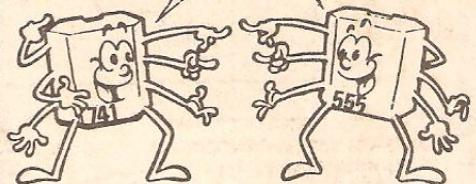

Fig.11
- FIG. 11 - O CIRCUITO - COMO FUNCIONA - O circuito da MP-31 é razoavelmente complexo, embora o uso dos dois Integrados tenha simplificado bastante o hard ware (para isso os Integrados existem...). Só para "dar um susto", o mesmo circuito, elaborado apenas com componentes discretos, necessitaria de 12 a 15 transistores, uma "porrada" de resistores e capacitores de acoplamento, e uma "baita" placa de Impresso... Mas, vamos ac que interessa: a "blocagem" do circuito, para uma análise, "pedaço a pedaço", do seu funcionamento. O primeiro bloco (esquerda, no diagrama) é centrado no Integrado 555 (que estudaremos com detalhes nas próximas "Aulas" do AEC...), funcionando como oscilador, cuja Frequência (nominalmente em torno de 5 KHz) é dimensionada pelos resistores/trim-pot/capacitor a ele anexos... (ver fig. 1). Como a Potência de Saída do 555 é considerável (para um Integrado...), ele pode excitar diretamente o LED infra-vermelho TIL38, em pulsos de boa Corrente, o que se traduz numa emissão consistente de radiação, na referida Frequência, para formação do feixe/barreira... Na outra "ponta ótica" da tal barreira, o primeiro elemento é o foto-transistor, TIL78. Este funciona de modo muito semelhantes ao de um transistor bipolar convencional, só que a sua Corrente de excitação de base, no caso, é "substituída" pela própria incidência da radiação luminosa, externamente